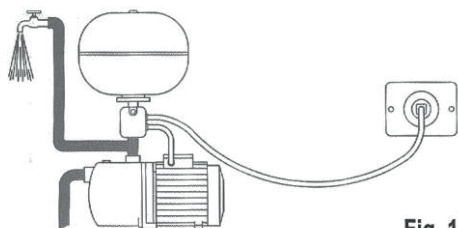

Fig. 1a
1. Zkontrolujte správnou činnost vodního systému během doby, kdy čerpadlo běží a kohoutek je otevřen, bez elektronického ochranného zařízení. Fig. 1a